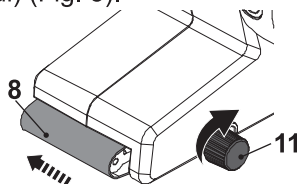

Fig. 5
5. Rotiți butonul de reglare a urmăririi (7) în sens contrar acelor de ceasornic pentru reglarea benzii de șlefuire (8) spre dreapta (cum se vede din perspectiva operatorului) (Fig. 5).